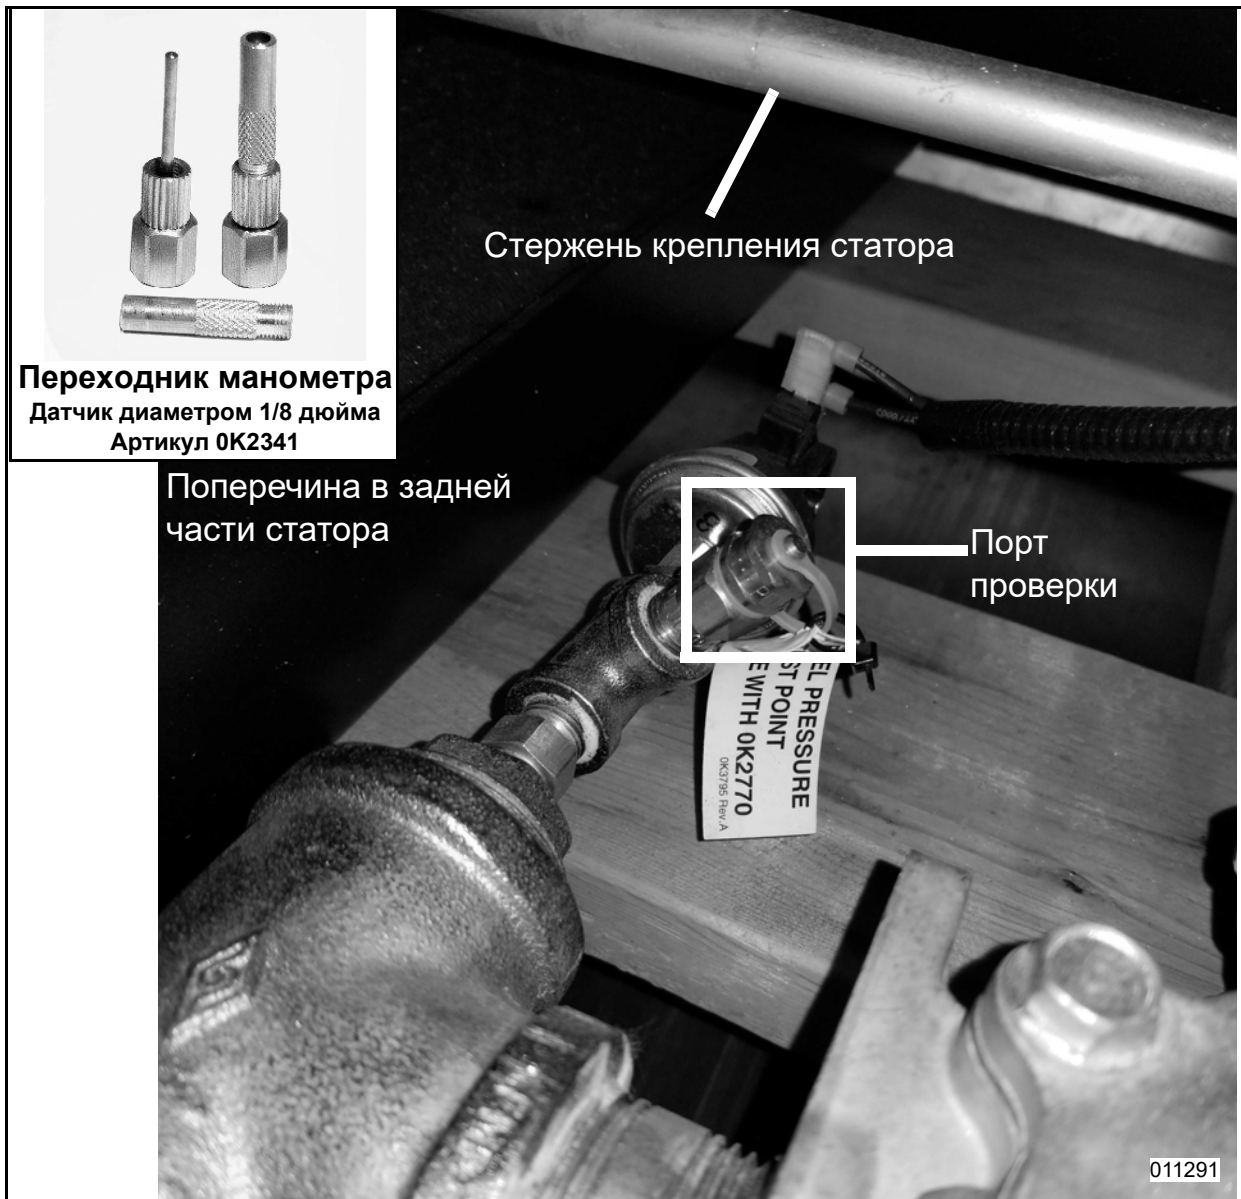

Рис. 4-5. Точка проверки давления топлива
1. См. **Рис. 4-5**. Используя подходящий измеритель давления или водяной манометр, измерьте давление топлива, подаваемого в генераторную установку, в порте проверки, расположенном у отсечных вентилей электромагнитного клапана топлива.